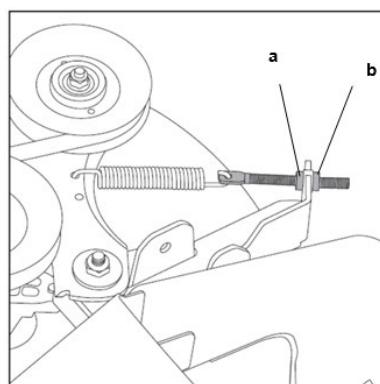

Fig.26
1. Il cavo del piatto di taglio è preimpostato in fabbrica senza filettature esposte dietro il dado di bloccaggio (b). (Fig.26)